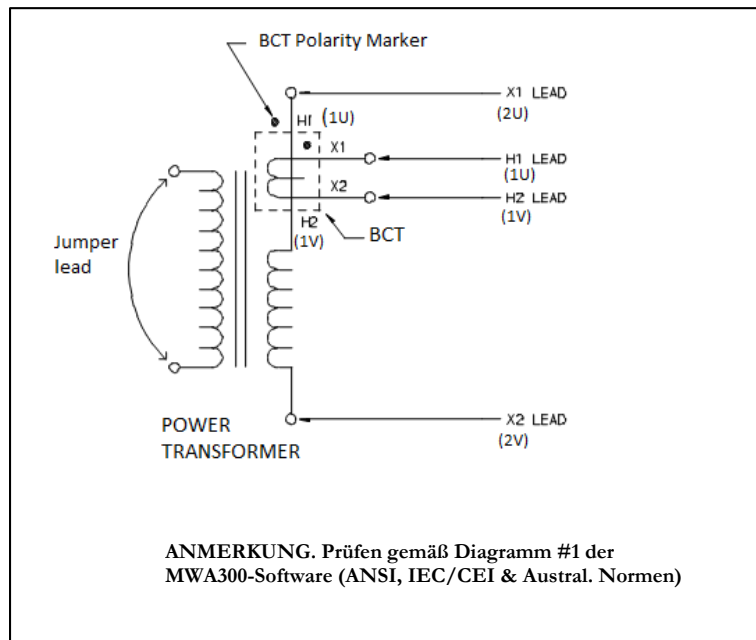

Abbildung 6-10: Konfiguration zum Prüfen eines BCT, der auf einem Einphasigen Zwei-Wicklungs-Transformator montiert ist.– Verwenden Sie das Vektordiagramm 1P0
3. Schließen Sie die Klemmen mit der Kennzeichnung X1(2U) an den Leistungstransformatoranschluss an, an dem der BCT befestigt ist; die X2(2V) Klemme schließen Sie an den Anschluss auf der gegenüberliegenden Seite der Leistungstransformatorwicklung (H2(1V) Seite des BCT) an. Vergewissern Sie sich, dass die BT-Polaritätsanschlüsse korrekt sind. (Siehe Abbildung 6-10).